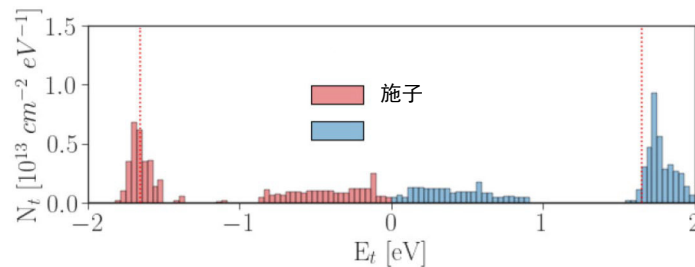

图 13. 在 NBTI 和 PBTI (使用 Comphy 模型) 之后拟合绝对 V_{th} 漂移, 从而可提取陷阱分布
- 提取物理模型 (缺陷类型、能量和深度), 如图 13 所示